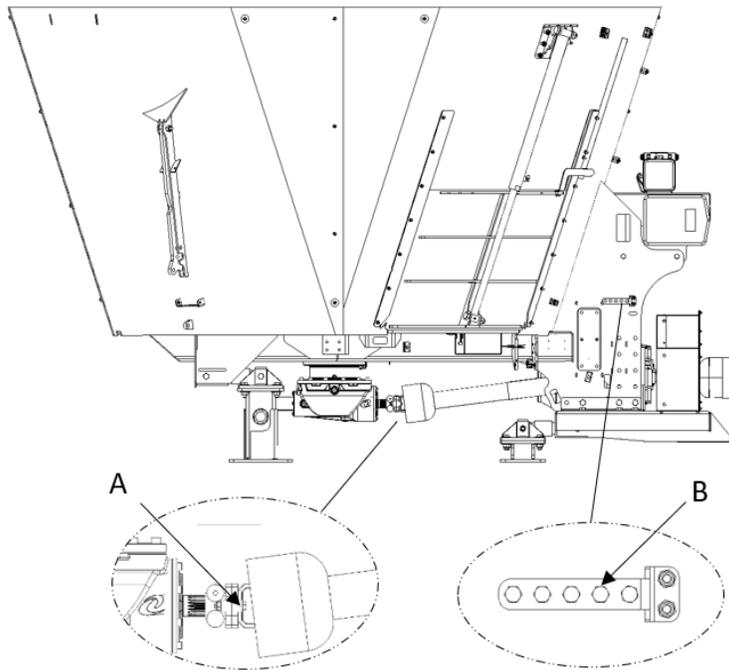

Figure 19 — Boulons de sécurité et limiteur de couple des SMARTMIX stationnaires à une vis
3. Retirez le morceau de boulon du limiteur (repère A, Figure 19).
4. Installez un nouveau boulon (disponible sur le support des boulons de rechange) (repère B, Figure 19).